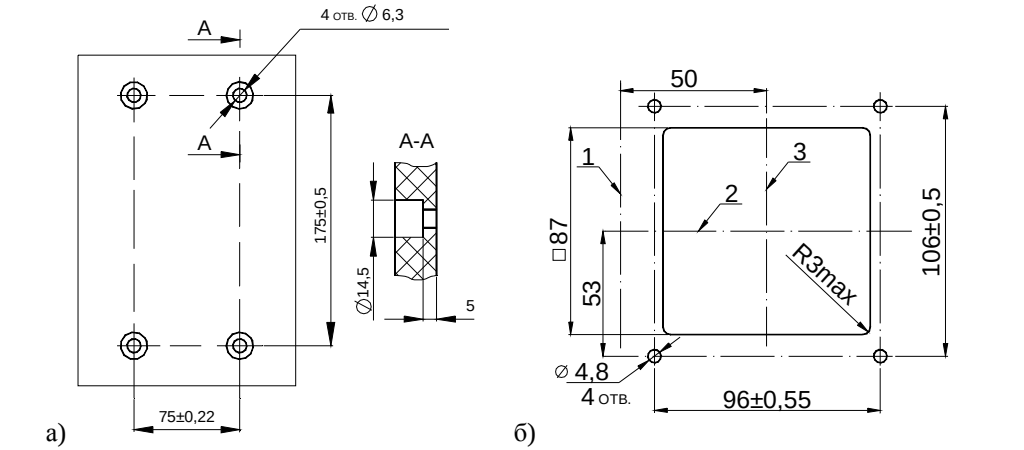

Рисунок 10 – а) расположение отверстий для крепления выключателя;
1) выполнить отверстия в конструкции, к которой крепится выключатель (см. рисунок 10а);